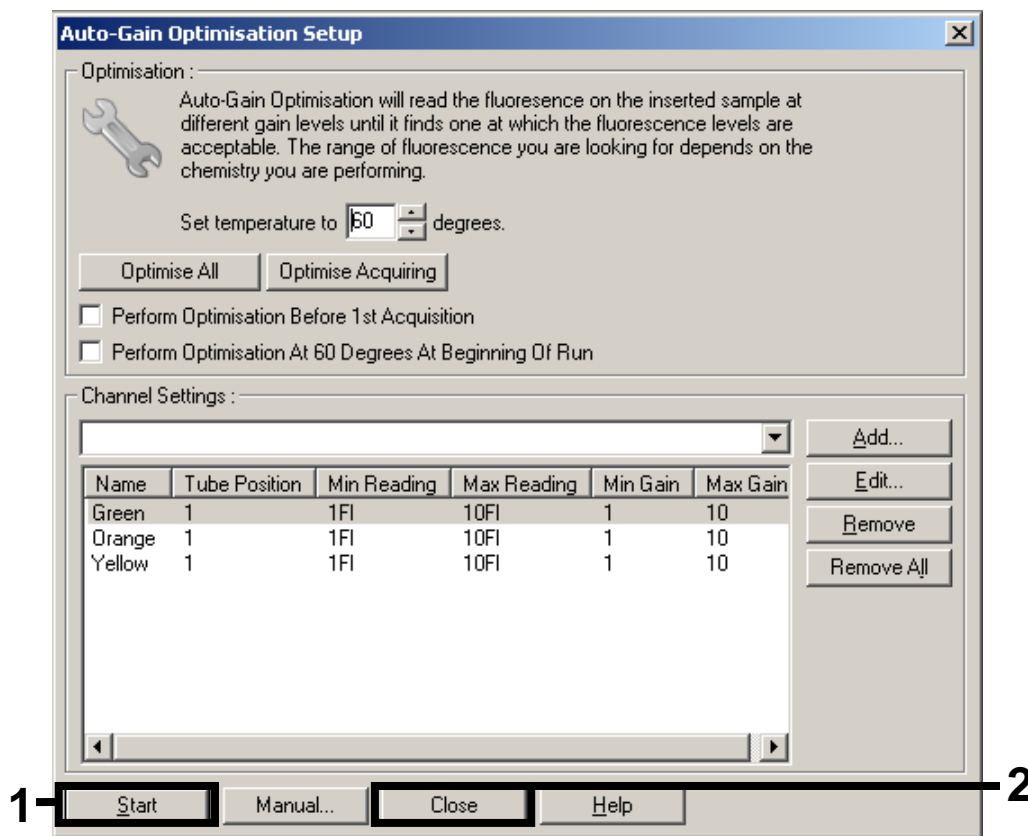

Abbildung 8. Verstärkungsoptimierung.
10. Klicken Sie auf die „Start“-Schaltfläche, um die Verstärkungsoptimierung zu starten. Klicken Sie nach Abschluss der Verstärkungsoptimierung auf „Close“ („Schließen“), um zum „New Run Wizard“-Dialogfenster zurückzukehren (siehe Abb. 8).